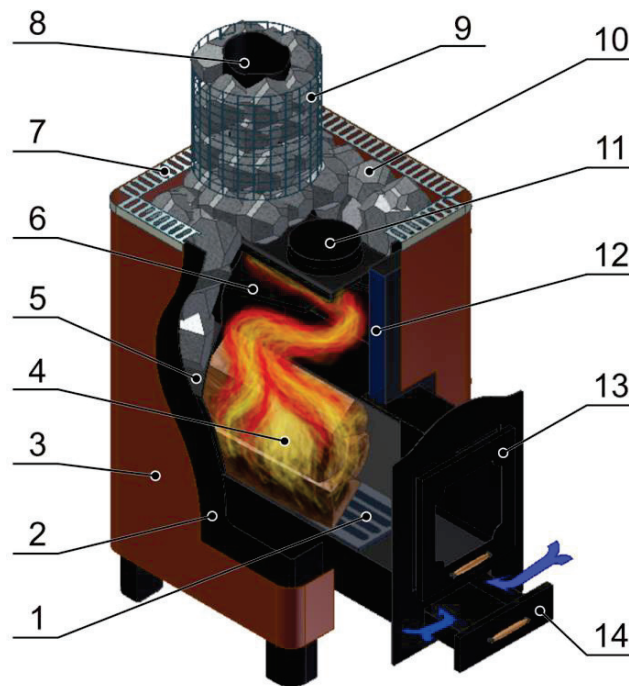

Bild 1 - Ofenaufbau
Das Ofengehäuse ist aus 4 mm starken Stahlblechen geschweißt. Für die am meisten von der Flamme beeinflussten Stellen des Gehäuses wird ein 6 mm starkes Stahlblech verwendet. Die Feuerroste (siehe Bild 1) (1) gewährleisten eine gleichmäßige und intensive Verbrennung des Brennstoffs. Die Brennkammertür (13) kann aus Metall und mit einer feuerfesten Glaskeramikscheibe zur Flammenüberwachung ausgeführt werden.
Es wird nicht empfohlen, die Steine oberhalb des Ofens zu platzieren, da sie dann nicht die für die Dampfbildung erforderlichen Temperaturen erreichen können. Um die Anzahl der Steine zu erhöhen (für eine größere Dampfmenge und eine bessere Aufrechterhaltung der hohen Temperatur in der Sauna), kann das Rauchrohr des Ofens mit Steinen bedeckt werden, und die Steine können mit einem Stahlnetz fixiert werden (siehe Bild 1).
Wenn der Ofen abgelöscht werden muss, muss zuerst der Brennstoff aus dem Feuerraum (Nr. 4, Bild 1) entfernt werden. Brennendes Brennmaterial sollte in einen Behälter mit Wasser geworfen werden, so entsteht weniger Rauch im Raum. Öffnen Sie beim Ausschieben des Ofens die Tür oder das Fenster, um eine gute Belüftung zu gewährleisten.
Das Innere des Kaminofens wird durch die unbenutzte Öffnung des Schornsteinanschlusses (11) (siehe Bild 1) und durch die Tür (13) gereinigt, nachdem das Gitter (6) entfernt wurde.